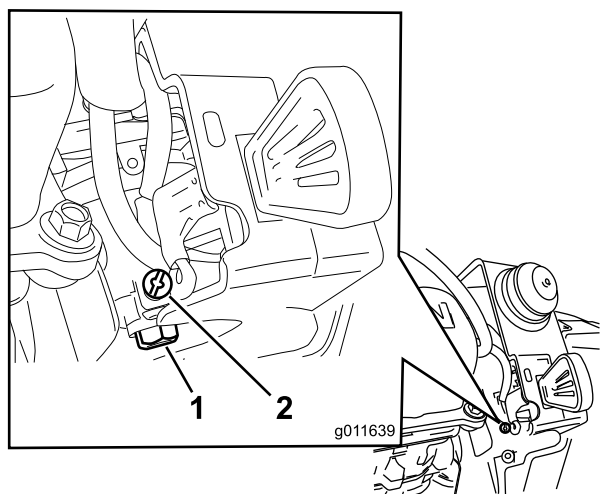

Figure 30
- A. Dévissez, mais ne retirez pas, la petite vis située sur le côté de la cuve du carburateur (Figure 30) jusqu'à ce que le carburant commence à s'écouler du carburateur. Vidangez le carburant dans un récipient homologué.